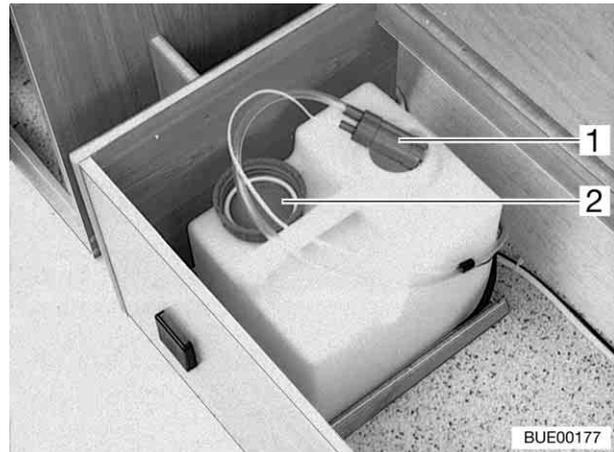

Bild 126 Wassertank 16 l
Bei Transport den Wassertank mit dem Verschlussdeckel (Bild 126,2) verschließen.
- Wasserpumpe (Bild 126,1) aus dem Wassertank ziehen.